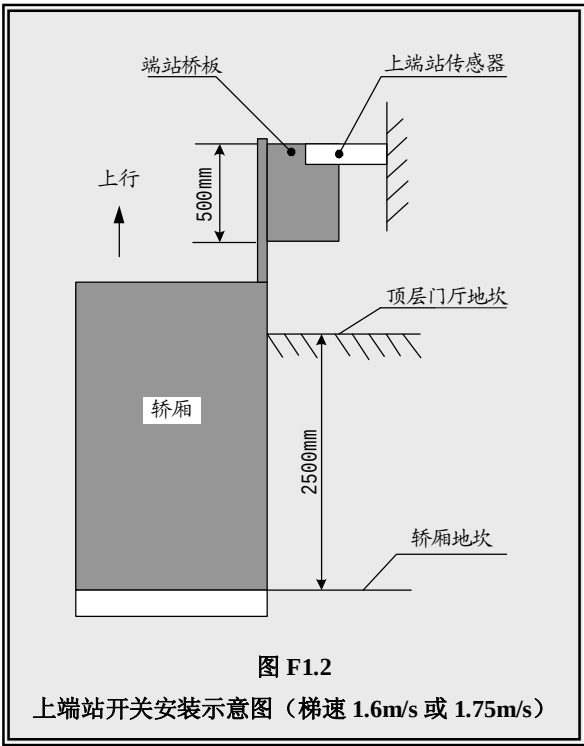

图 F1.2
- 2. 上、下端站开关安装在井道，端站桥板安装在轿顶。端站开关安装示意图分别如图 F1.2 和 F1.3 所示。